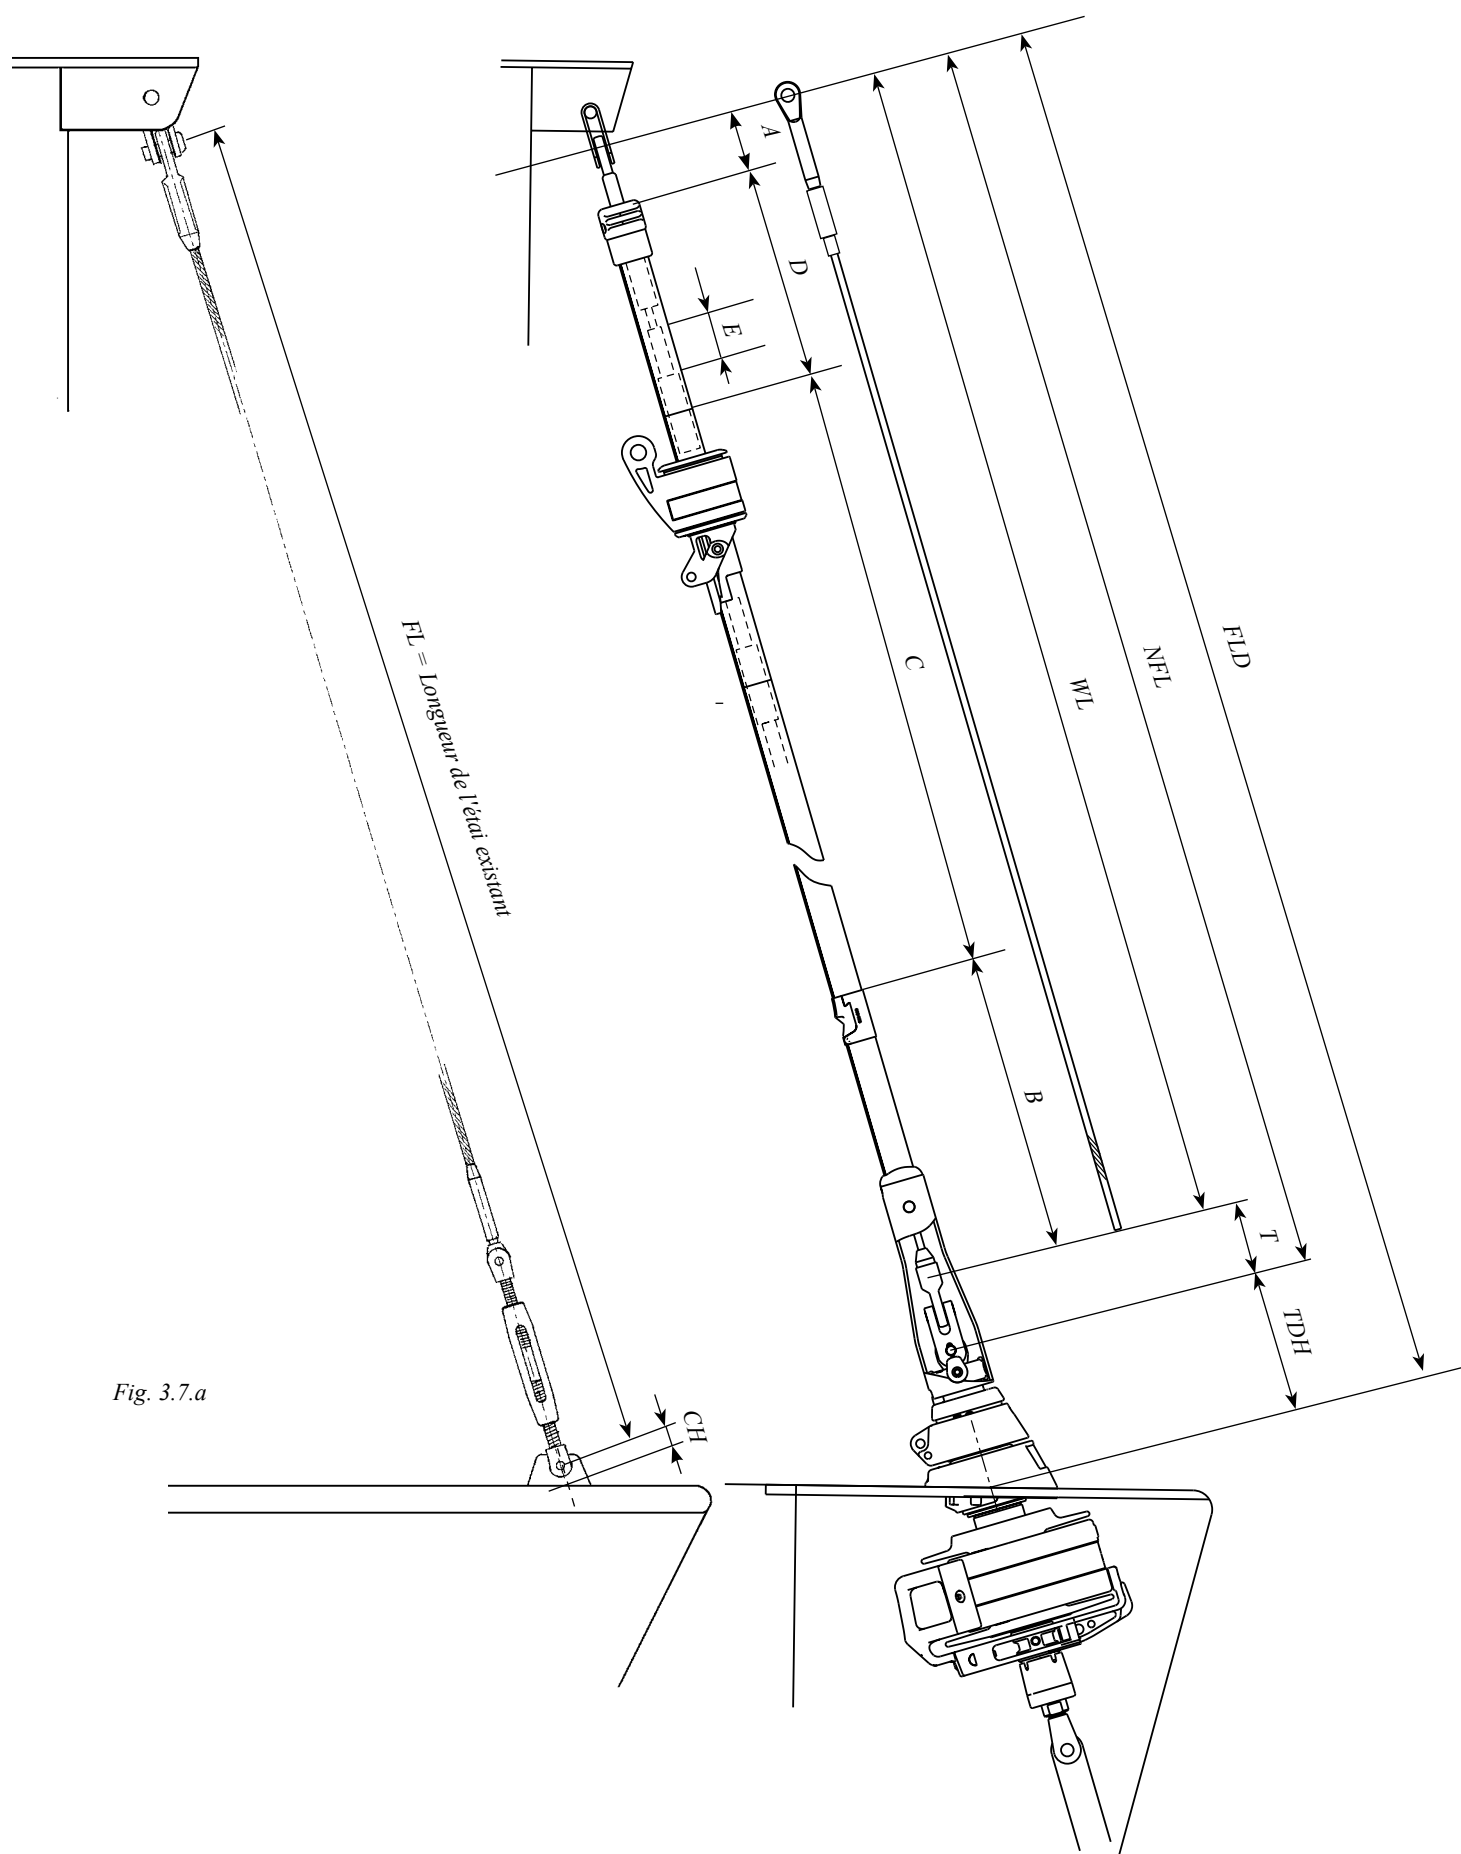

Fig. 3.7.a
<ol style="list-style-type: none"> <li>1. Déterminez l'angle de l'étais (FA). Utilisez un plan précis qui montre les détails de la zone du pont où l'enrouleur Furlex sera fixé, afin de pouvoir déterminer un angle d'étais précis (voir fig. 3.5.c).</li> <li>2. Reproduisez cet angle sur un gabarit en carton.</li> <li>3. Appuyez le gabarit contre la face intérieure du pont et avancez-le jusqu'à la limite représentant l'alignement depuis le trou de la ferrure d'étais dans la baille à mouillage. Marquez ce point d'intersection sur la face intérieure du pont et percez un trou Ø 6,5 mm (1/4") dans le pont à cet emplacement.</li> </ol> <p data-bbox="252 920 359 952">Fig. 3.5.c</p> 	<ol style="list-style-type: none"> <li>1. Réalisez un gabarit représentant l'angle de l'étais (FA) au-dessus du pont (voir fig. 3.5.c).</li> <li>2. À l'aide de ce gabarit, marquez l'angle CSA entre la ferrure d'étais dans la baille à mouillage et le point d'intersection de la ferrure de pont.</li> <li>3. Si ces angles sont égaux, la ferrure d'étais est correctement positionnée. Si ces angles ne sont pas égaux, il faut utiliser l'angle d'étais FA également sous le pont pour déterminer le point d'intersection. Appuyez le gabarit contre la face intérieure du pont et avancez-le jusqu'à la limite représentant l'alignement depuis le trou de la ferrure d'étais dans la baille à mouillage. Marquez avec précision le point d'intersection dans l'axe longitudinal.</li> <li>4. Enlevez l'étais. Il est recommandé d'appliquer la procédure suivante : commencez par mollir le pataras. Tirez la tête de mât en avant à l'aide de la drisse de génois. Assurez la drisse sur une solide ferrure de pont avec une manille ou un nœud. Pour des raisons de sécurité, n'utilisez pas le mousqueton de drisse. REMARQUE : Si l'étais doit être utilisé pour déterminer la longueur d'étais FLD (voir fig. 3.7.a), il ne faut pas modifier le réglage du ridoir.</li> <li>5. Mesurez la hauteur CH (voir fig. 3.7.a) sur la ferrure d'étais et saisissez cette valeur dans le tableau 3.6.1.</li> <li>6. Enlevez la ferrure d'étais du pont.</li> <li>7. Marquez le point d'intersection sur la face intérieure du pont en traçant une ligne au long de l'axe longitudinal du bateau et en utilisant le marquage précédent comme indiqué en étape 3.</li> <li>8. Percez un trou Ø 6,5 mm au point d'intersection.</li> </ol>
- 5 Mesurez la longueur de l'étai (FL) avec juste ce qu'il faut de tension pour le maintenir rectiligne.
- 7 Calculez la nouvelle longueur d'étai WL dans le Tableau 1. Voir la procédure dans la colonne "exemple" et en fig. 3.7.a.